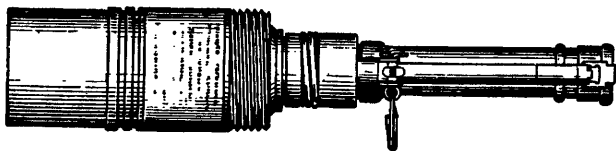

Рис. 2. Общий вид ручной кумулятивной гранаты РКГ-3
**2. Ручная кумулятивная граната РКГ-3** (рис. 2) является противотанковой гранатой и предназначается для борьбы с танками и другими бронированными целями (самоходно-артиллерийская установка, бронетранспортер, бронееавтомобиль и т. п.), а также для разру-